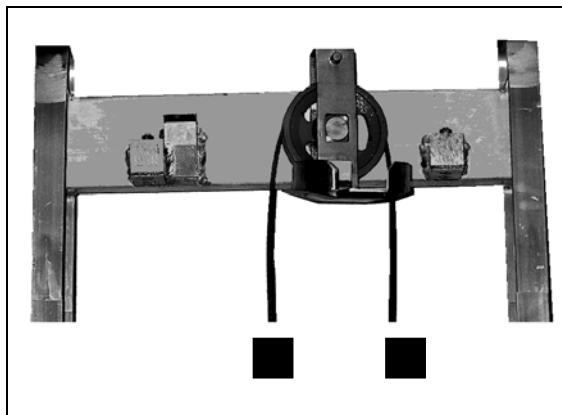

figura 4-13
4. Colocar el cable de alambre desde la derecha a la izquierda encima de la polea. (ver figura 4-13)